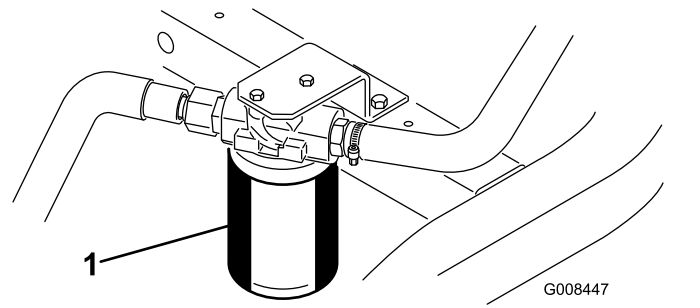

图48
1. 清洁过滤器安装区周围的区域（图48）。在过滤器下面放置一个放油盘并拆下过滤器。